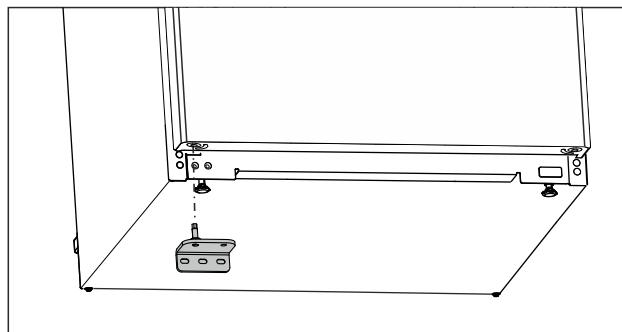

Fig. 20
- Montați suportul de lagăr inferior pe partea opusă. (vezi Fig. 20)